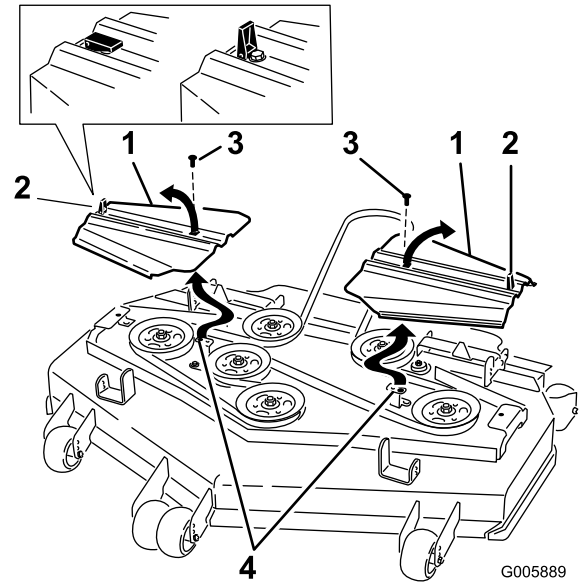

Bild 62
- Setzen Sie die Riemenabdeckungen auf. Die Laschen sollten in den Schlitten stecken. Setzen Sie die Schrauben und schließen Sie die Laschen (Bild 62).